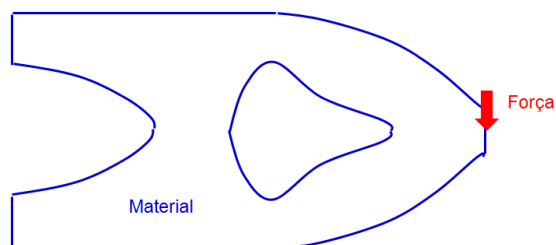

Figura 3
topologia obtida, ajustando-a de forma a ser fabricada, ver **Figura 3**. (4) Finalmente, verifica-se o resultado final da estrutura.
Desenvolva os algoritmos necessários para a etapa de Pós-processamento nos problemas 1 e 2, empregando o MATLAB/OCTAVE/Scilab/etc. Determinar as funções que representam a geometria final da estrutura otimizada, conforme esquematizado na **Figura 3**. A estrutura
otimizada, estrutura de cor escura, tem 60% do volume inicial, portanto, a estrutura suavizada (**Figura 3**) também precisa manter o mesmo volume final. Cada grupo deve resolver o problema, conforme a **Tabela 1**.